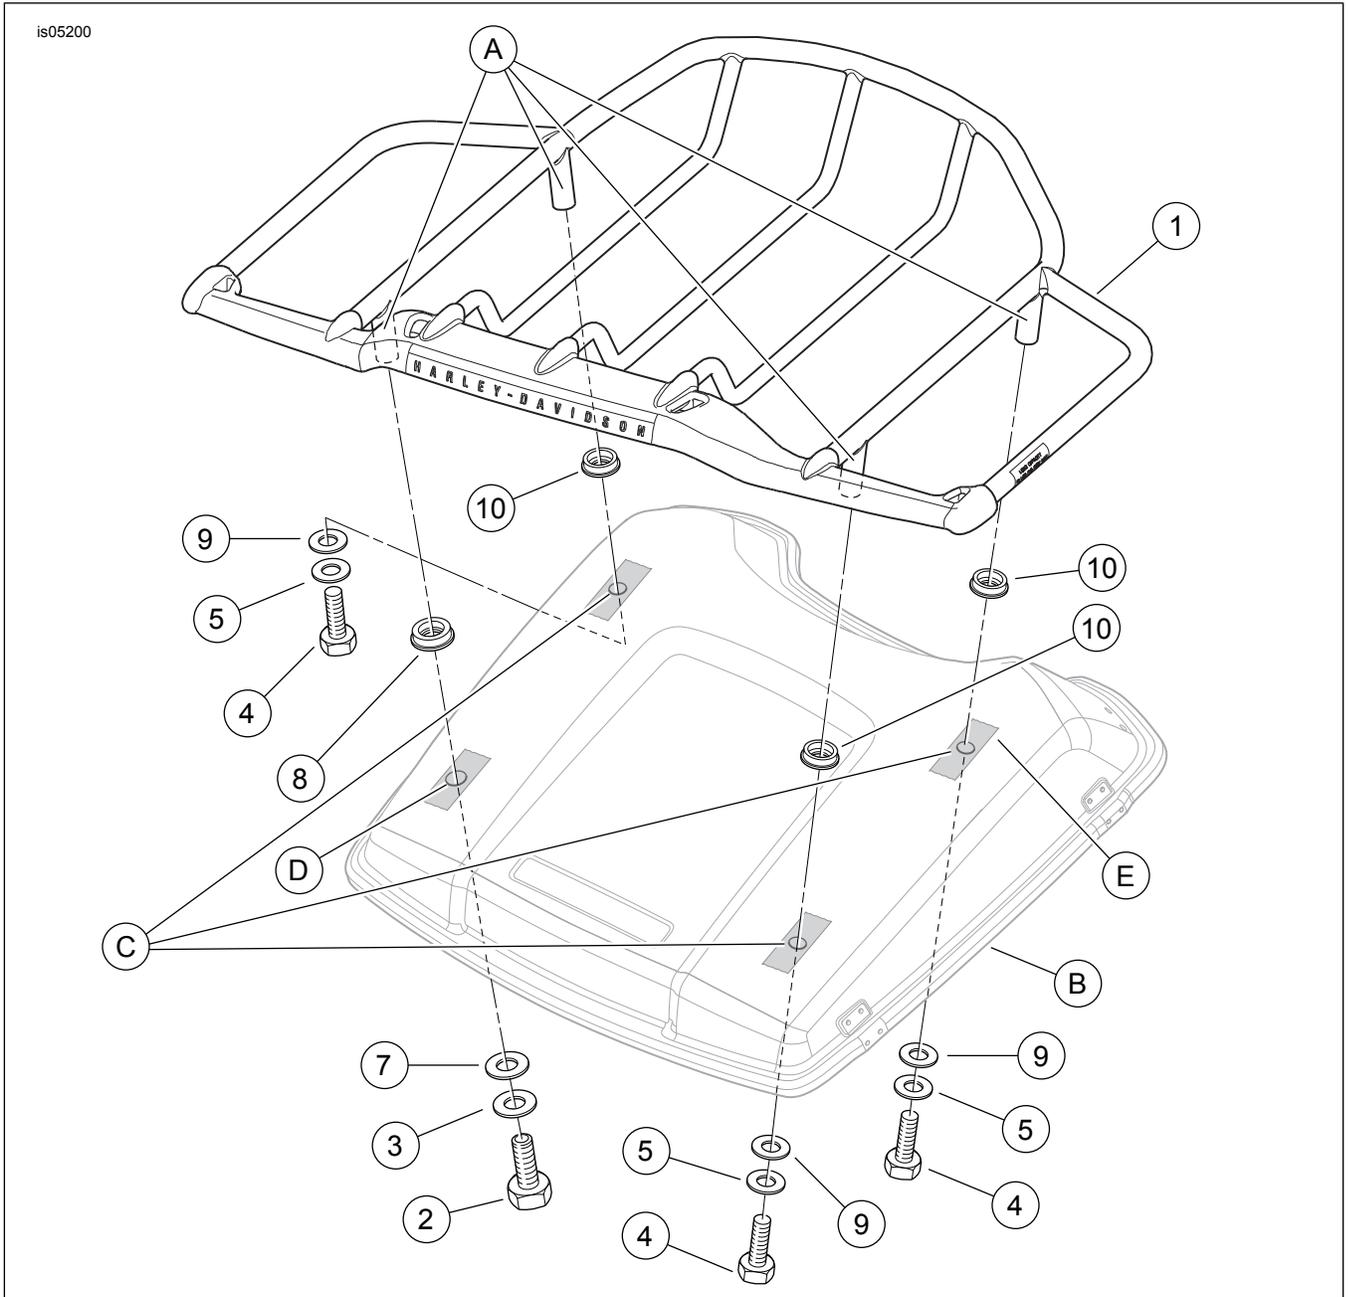

Figura 1. Piezas de repuesto, parrilla de la tapa Air Wing Tour-Pak
Vea la Figura 1 y la Tabla 1.
2. Vea Figura 1. Deslice la almohadilla de montaje de **mayor diámetro** (8) sobre la pata trasera izquierda. Deslice las tres almohadillas de montaje de **diámetro más pequeño** (10) sobre cada una del resto de patas de montaje (A). Con el nombre de Harley-Davidson en la parte trasera, coloque la parrilla en la tapa del Tour-Pak en la ubicación deseada.